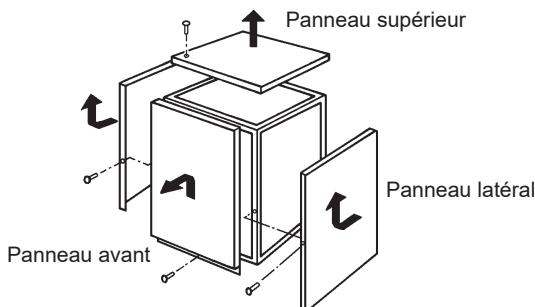

Fig. 2
3) Retirer les panneaux avant, supérieur et latéraux. Voir Fig. 2.